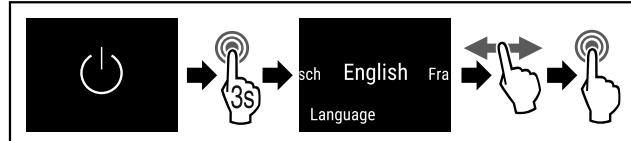

Fig. 54
- Seguir los pasos de procedimiento (consulte Fig. 54).